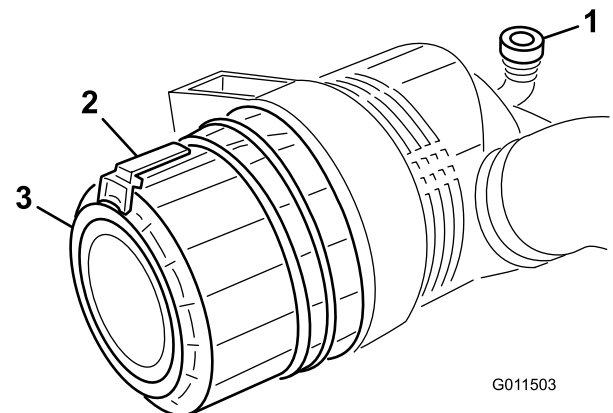

Figura 48
1. Tire hacia fuera del enganche y gire la tapa del limpiador de aire en el sentido contrario a las agujas del reloj (Figura 48).
7. Instale la tapa orientando la válvula de salida de goma (Figura 48) hacia abajo – aproximadamente entre las 5:00 y las 7:00, visto desde el extremo. Cierre el enganche.